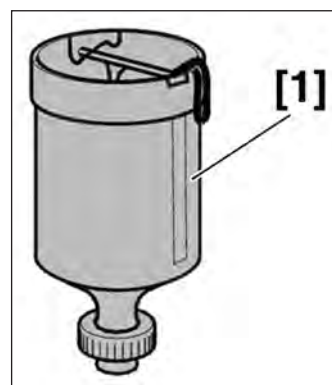

FIG.27
- [1]. Cylindre de charge (référence : 0173-2) (Fig.27).